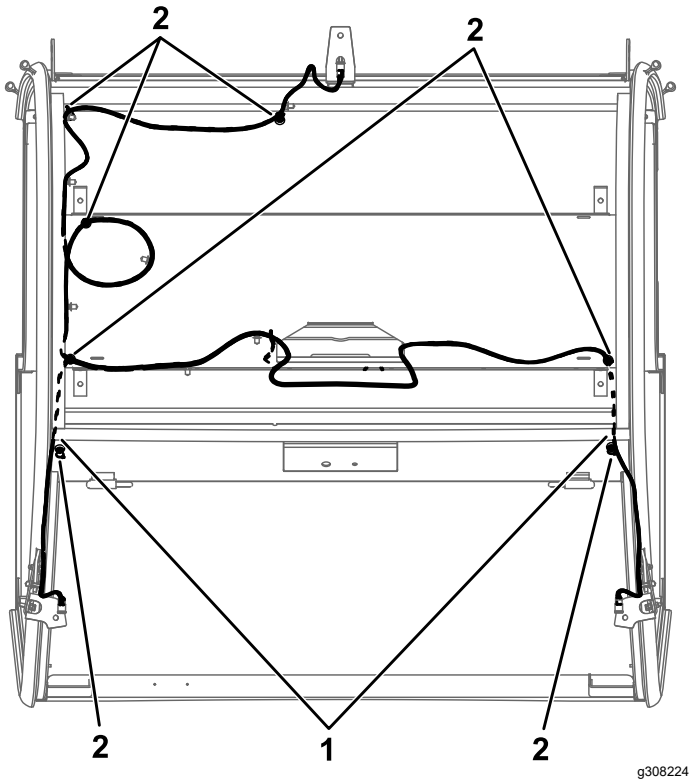

図 11
1. ワイヤハーネスを 図 11 のように配置する。
注 図 11 に示す位置でウレタンシートにハーネス用のスリットを作る。
2. 図 11 に示すように、延長プレートのタイクリップとマグネット式結束ラップ 7 本とを使って、ワイヤハーネスを機体に固定する。